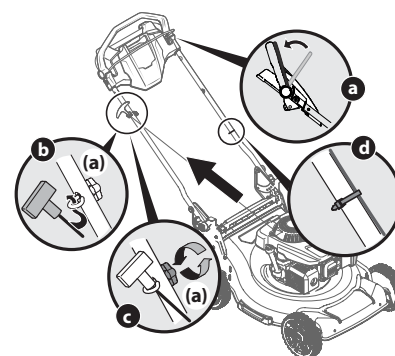

Figure 2-3
5. Le guide-câble est fixé sur le côté droit de la partie supérieure du guidon. Desserrez l'écrou papillon (a) qui fixe le guide-câble à la poignée. Voir Figure 2-3.